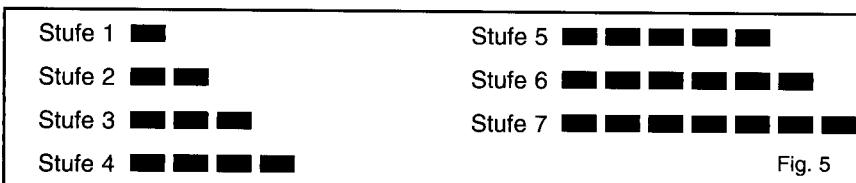

Fig. 5
1. Zum Einstellen der Empfindlichkeit die Taste "SENSITIVITY \triangleleft " oder "SENSITIVITY \triangleright " drücken. Dies bewirkt, daß die LED rot aufleuchtet. Die Zahl der erleuchteten LEDs zeigt das Empfindlichkeitsniveau an (siehe Abb. 5). Die unterste Stufe (Level 1) wird durch die am weitesten links befindliche LED angezeigt. Die Stufen 2 bis 7 werden von links nach rechts durch die jeweilige Anzahl von LEDs angegeben, z.B. ist Stufe 7 daran zu erkennen, daß alle LEDs leuchten.